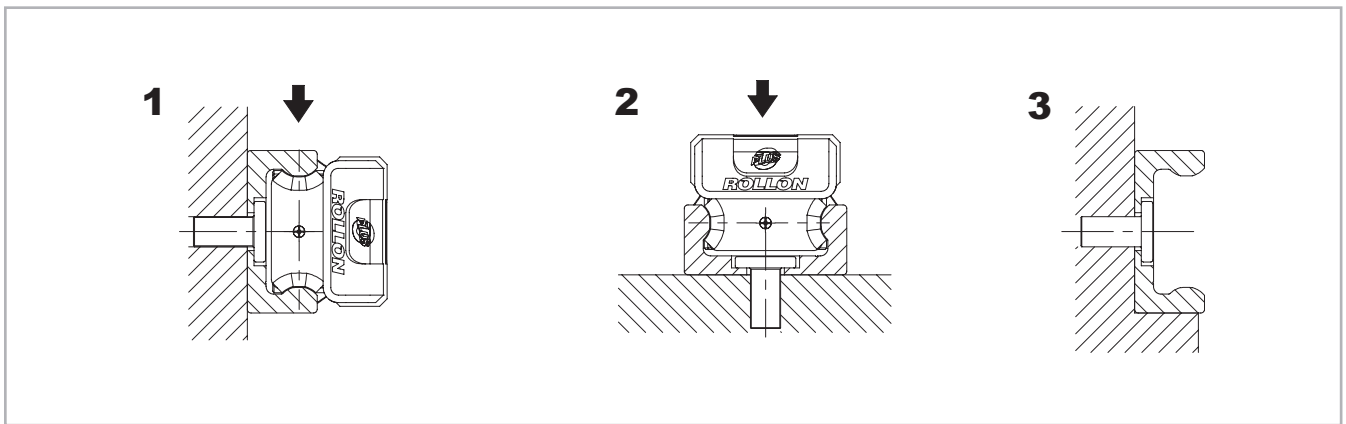

Fig. 64
Le guide possono essere montate in due posizioni in relazione alla forza esterna. In caso di sollecitazione assiale del cursore (fig. 64, pos. 2) la capacità di carico ammissibile si riduce per via dei cuscinetti radiali impiegati. Se possibile, montare pertanto le guide in modo che il carico risultante agisca sui perni volventi in direzione radiale (fig. 64, pos. 1). Il numero di fori di fissaggio nella guida è dimensionato in relazione ai valori di capacità di carico. Si raccomanda l'uso di viti con classe di resistenza 10.9. In caso di applicazioni critiche con vibrazioni o requisiti elevati di rigidità è utile prevedere un supporto della guida (fig. 64, pos. 3).